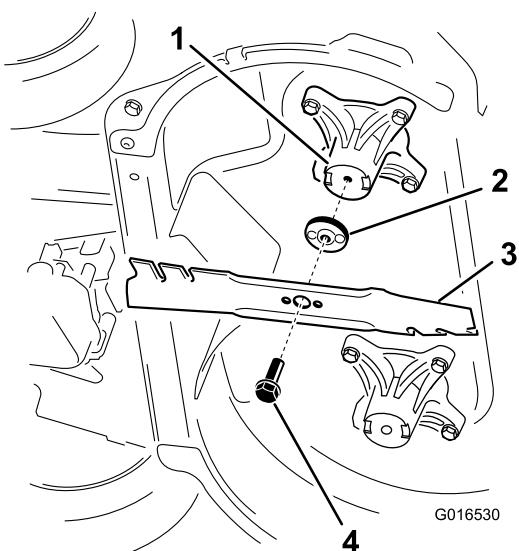

Figura 44
- Retire cada cuchilla, según se muestra en Figura 44.
- Instale la primera cuchilla en posición horizontal, junto con todos los herrajes de montaje, según se muestra en Figura 44.